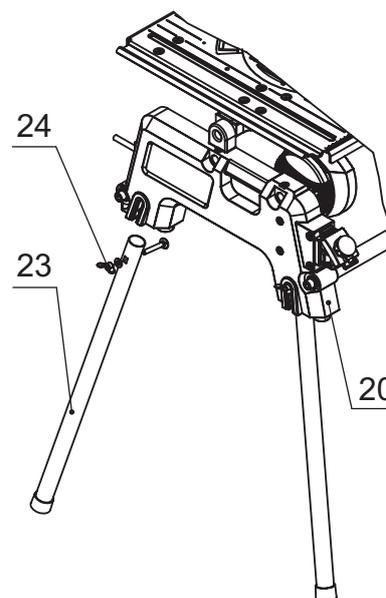

Рис. 4. Установка опор.
6.2.1 Установка опор (*рис. 4*)